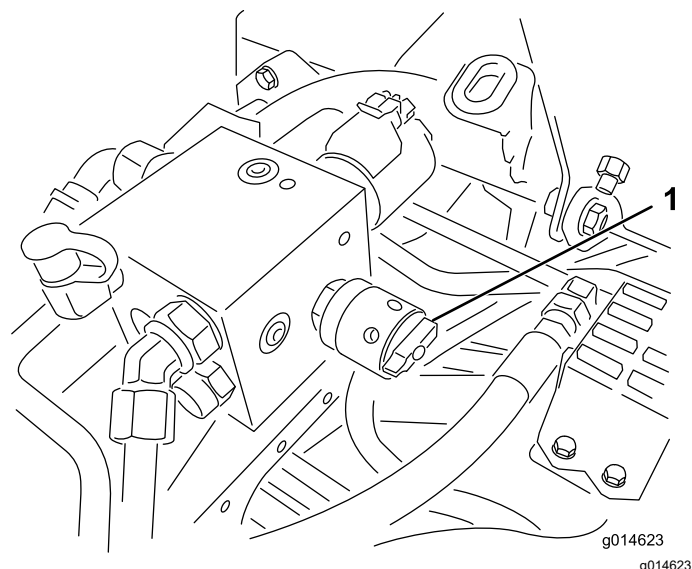

Figura 53
- Gire el control de velocidad de molinetes al ajuste 1 (Figura 53).
4. Ajuste la velocidad de los molinetes girando el pomo (Figura 53) hasta que las flechas estén alineadas con el número determinado en el paso 3.